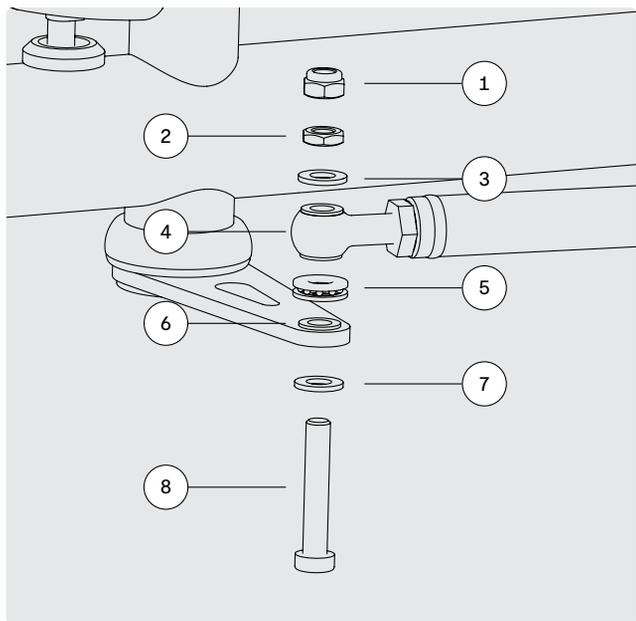

FIG. 10
- 1 Far passare il braccio del tubo dello sterzo e il golfare del tirante dello sterzo l'uno sull'altro e montare i singoli elementi l'uno sull'altro nell'ordine corretto come illustrato nella fig. 10 alla pagina seguente.